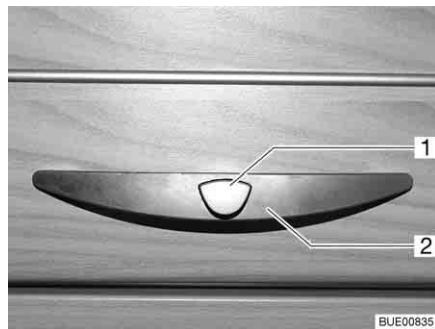
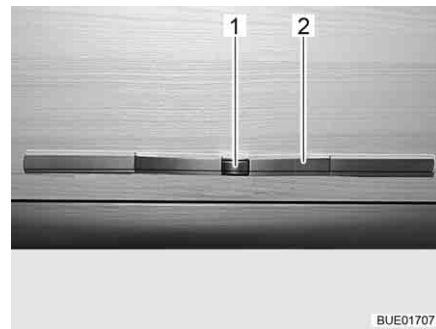

Bild 52 Möbelklappe mit Griff (Beispiel)
Bild 53 Möbelklappe mit Griff (Alternative)
- Den Entriegelungsknopf (Bild 52,1 oder Bild 53,1) am Griff (Bild 52,2 oder Bild 53,2) drücken und gedrückt halten.